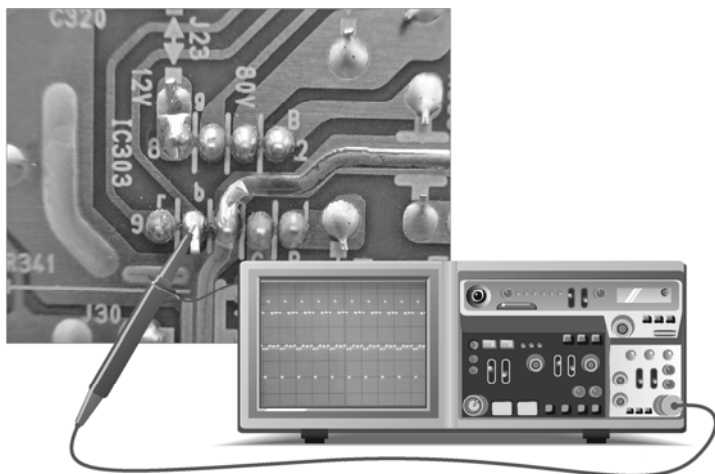

图 2-49 B 输入信号的检测
将示波器探头放到⑦脚上,对 B 输入信号进行检测,具体操作及信号波形如图 2-49 所示。